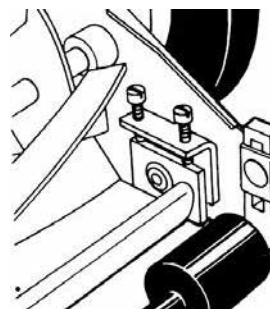

figura 8
- Ajuste la barra de corte para que la cuchilla tenga contacto ligero pero firme con las cuchillas del cilindro, a lo ancho de la barra entera (vea la figura 8).